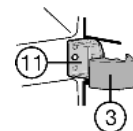

Fig. 18
- ▶ Enclipser le cache Fig. 18 (11) sur le support central Fig. 18 (3).